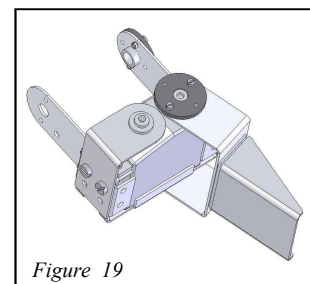

Figure 19
**Étape 13 :** assurez vous que le servomoteur (1) soit en position centrale. Placer d'abord la fourche (11) qui dispose du palonnier (3). Placer en premier la partie inférieure puis placer correctement le palonnier (3) sur l'axe du servomoteur (1). Attention à ne pas déformer la fourche (11). Voir la figure 19.